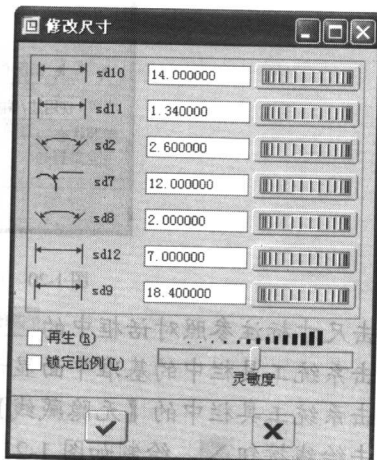

图 1-25 修改尺寸
30. 取消对话框中的【再生】复选框的选中状态, 将尺寸修改为如图 1-25 所示。